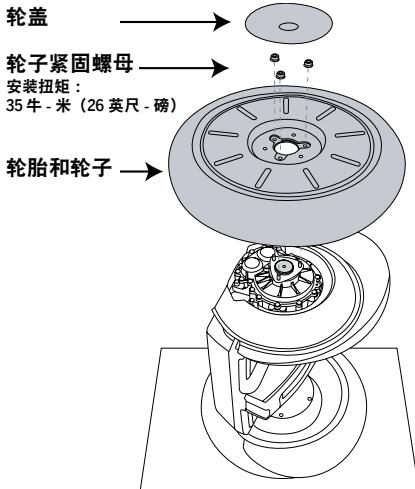

图 1. 拆卸或安装轮胎
2. 将 Segway PT 向一侧翻倒，使要拆卸的挡泥板朝上，另一个轮子放置在干净平整的表面上。请参见图 1。
9. 要重新装上轮子,请将轮胎/轮子组件放置在3根螺杆上。请参见图1。